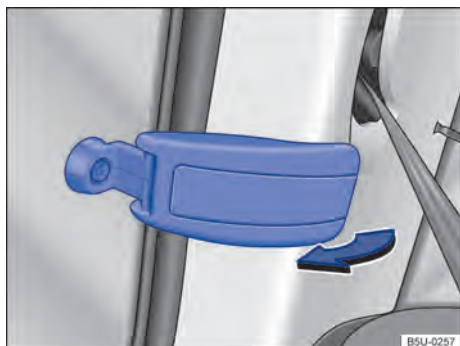

Fig. 54 Abrir la luneta rebatible.
- Tirar de la palanca de bloqueo de la luneta en el sentido de la flecha → fig. 54.